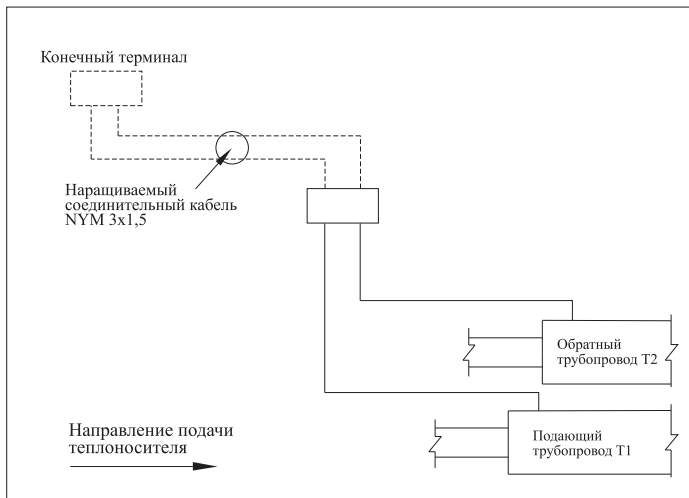

Рис. 4 Подсоединение/наращивание кабеля к двухтрубной системе ОДК
2.2. Подсоединение/наращивание кабеля к двухтрубной системе ОДК - **Рис. 4, 8.**